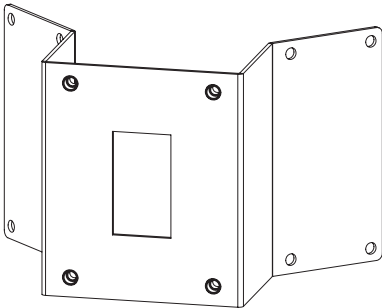

Fig. 14
- Dieser Adapter gestattet zusammen mit dem Bügel die Eckbefestigung des Gehäuses. Max. Tragkraft 50 kg (Fig. 14).